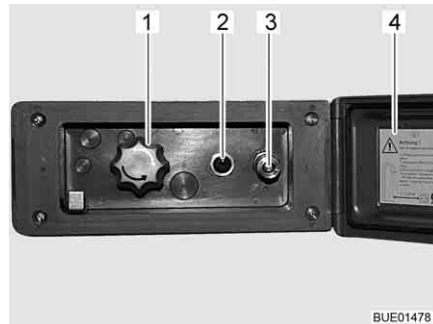

Bild 156 Duschanslutning utsida
- Lås upp och öppna locket (Bild 156,4).
- Anslut ytterduschens slang med snabbkopplingen (Bild 156,3).
- Koppla in vattenpumpen med brytaren (Bild 156,2).
- Ställ in vattentemperaturen enligt önskemål med vredet (Bild 156,1).
- Koppla ur vattenpumpen med brytaren (Bild 156,2).
- Stäng locket (Bild 156,4) och lås det med nyckeln.
- Ställ vredet (Bild 156,1) på mittläget.